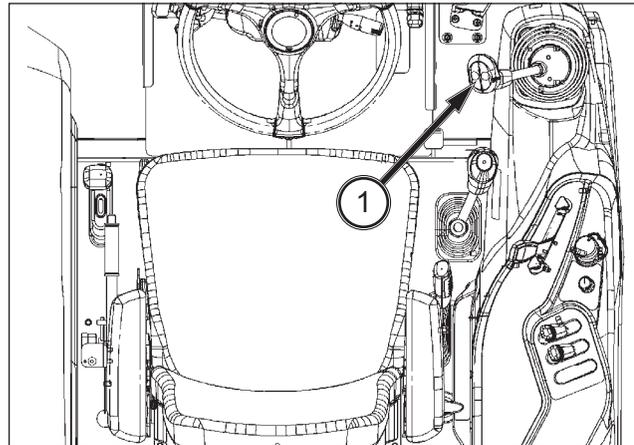

FIG. 91
**FIG. 91 :** Le levier de commande par manipulateur (1) permet de commander la hauteur de la flèche de chargeur avant et la position du godet. La manette est située à l'avant, du côté droit du siège.